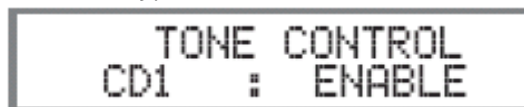

Рисунок 29
1. Поворачивайте регулятор TRIM SELECT на передней панели или нажимайте кнопку TRIM на пульте ДУ, пока на дисплее не появится надпись "TONE BYPASS". См. рис. 29.